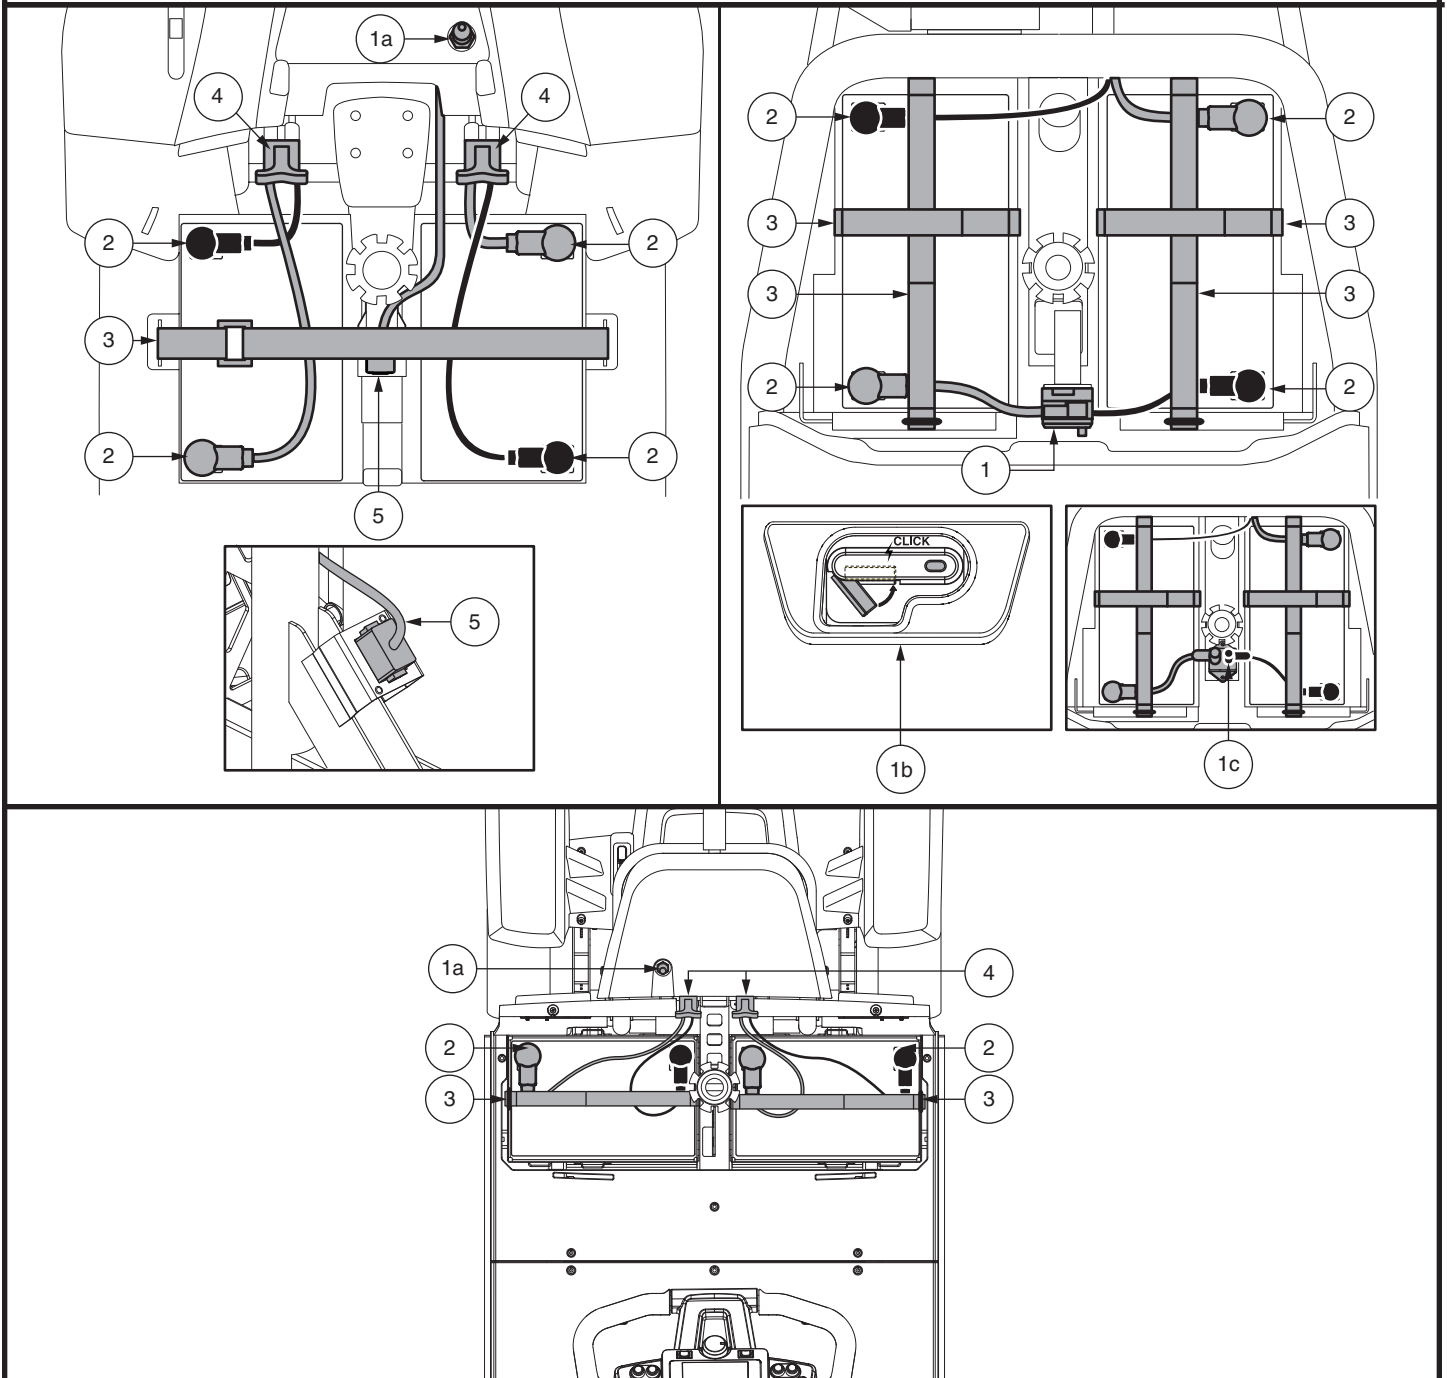

Figura 16. Remoción de la batería / Instalación de Terminales y Conexiones
- Coloque una nueva batería en cada espacio destinado a las baterías. Las terminales de la batería deben mirar en sentido contrario al asiento, con las terminales positivas (+) y negativas (-) posicionadas tal como se indica en la **figura 16**.
NOTA: Los modelos 614 y 714 usan cinchas para batería para fijar las baterías a los espacios destinados a las baterías. Por favor, vea la figura 16 para conocer los procedimientos de instalación de cinchas de batería.